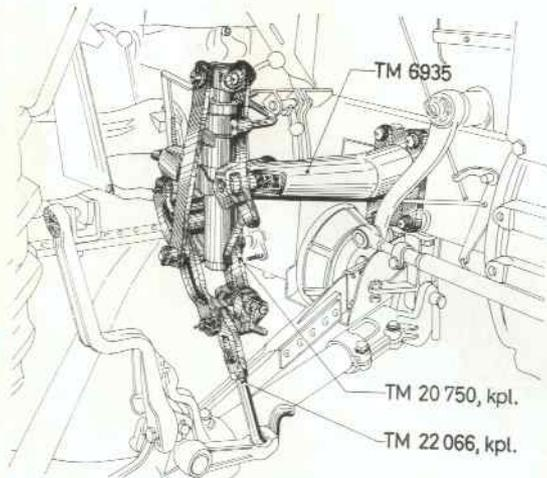

Abb. 11
- Die Länge der Verbindungsstange TM 22066, kpl. kann durch Herein- oder Herausdrehen der Verbindungsöse TM 6750 eingestellt werden (Abb. 11). In der Bodenlage des Mähbalkens soll in der Verbindungsstange 5 mm Spiel sein.